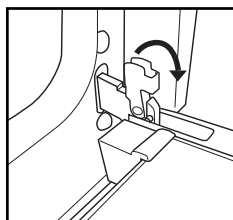

Bild 1
2. Lyft de två spärrhakarna i gångjärnen och skjut dem framåt till anslaget (Bild 1).